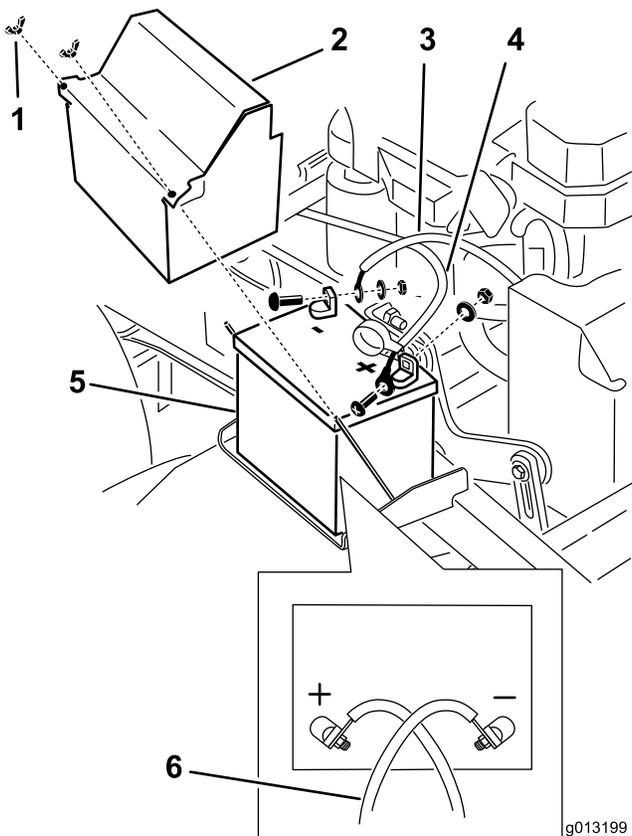

Bild 52
3. Klemmen Sie zunächst das Minuskabel vom Minuspol (–) der Batterie ab (Bild 52).
5. Klemmen Sie das Pluskabel (rot) der Batterie ab (Bild 52).
6. Entfernen Sie die Batteriebefestigungsplatte (Bild 52) und nehmen Sie die Batterie heraus.
1. Setzen Sie die Batterie in die Maschine (Bild 52).
3. Klemmen Sie zunächst das Pluskabel (rot) am Pluspol (+) der Batterie mit einer Mutter, Scheibe und Schraube an (Bild 52).
5. Klemmen Sie das Minuskabel und Erdkabel am Minuspol (–) der Batterie mit einer Mutter, Scheibe und Schraube an (Bild 52).
Hinweis: Die Batteriekabel überkreuzen sich, wenn sie richtig installiert sind (Bild 52).